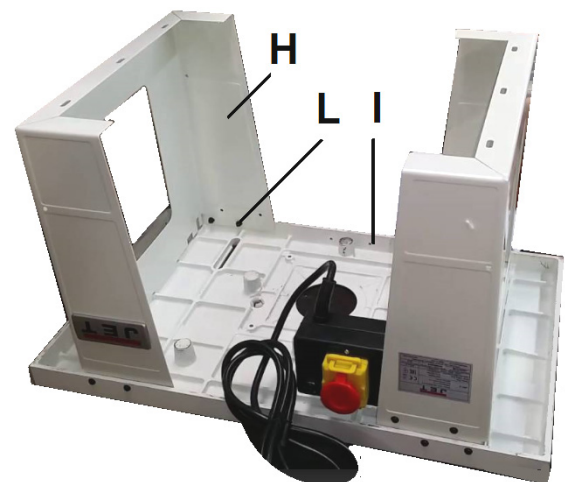

Fig 3
Montieren Sie die Füße (H, Fig 3) mit den gelieferten Linsenkopfschrauben und Muttern (L) am Oberfrästisch (I).